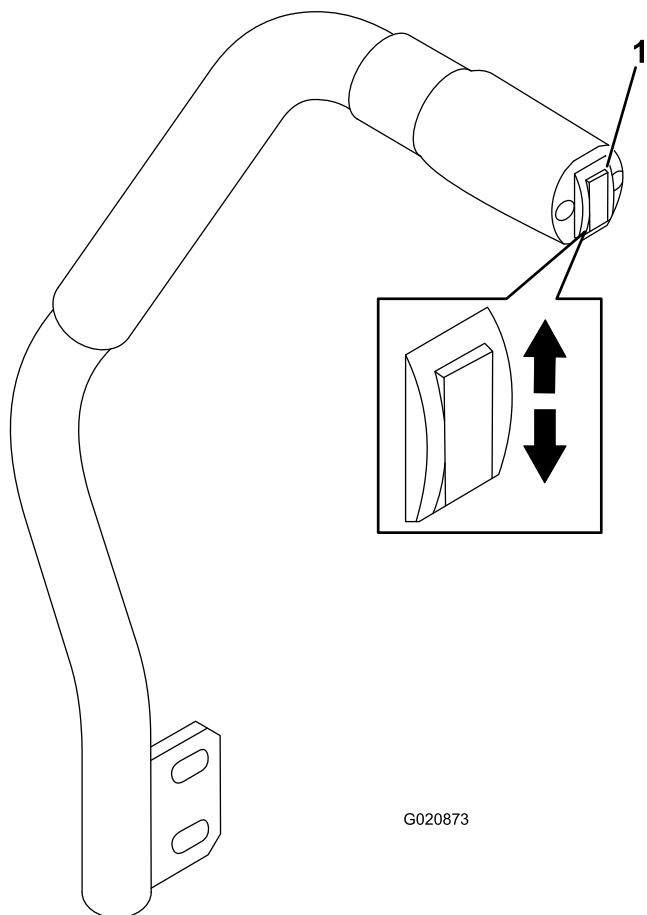

Рисунок 24
Переключатель подъема деки поднимает и опускает деку газонокосилки (Рисунок 24). Чтобы можно было использовать этот рычаг, двигатель должен работать.
- Чтобы опустить деку газонокосилки, нажмите переключатель подъема деки вниз (Рисунок 24).
- Чтобы поднять деку газонокосилки, нажмите переключатель подъема деки вверх (Рисунок 24).
1. При работающем двигателе нажмите и удерживайте нажатым переключатель подъема деки вверх, пока дека газонокосилки полностью не поднимется, после чего **немедленно отпустите переключатель** (Рисунок 24).